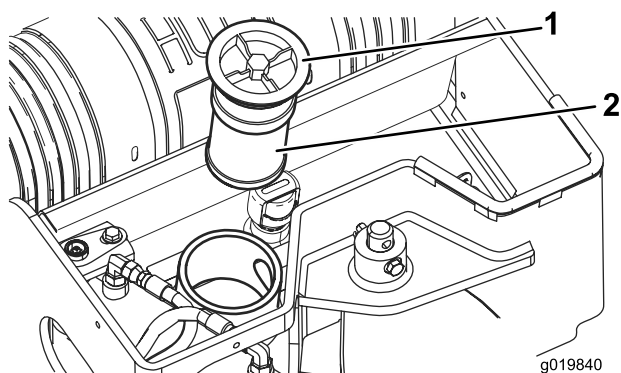

Figura 59
5. Togliete il filtro dell'olio e gettatelo (Figura 59).
6. Inserite il filtro idraulico di ricambio e il tappo di riempimento (Figura 59) e serrate il bullone della parte superiore a 21–25 Nm.
6. Togliete il tappo del serbatoio idraulico e il filtro (Figura 59).
11. Inserite il filtro idraulico e il tappo di riempimento (Figura 59) e serrate il bullone della parte superiore a 21–25 Nm.